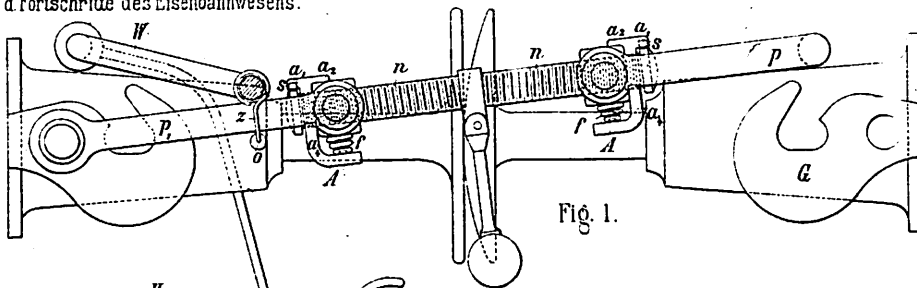

Fig. 1.
3. Die Federgehänge sämtlicher Achsen sind nach Fig. 1 od. 2 ausgeführt.
Bei Anwendung der Anordnung Fig. 1. für Mittel-Achsen muß deren seitliche Verschiebung durch Spielraum zwischen Lager und Schenkelbund ermöglicht werden.